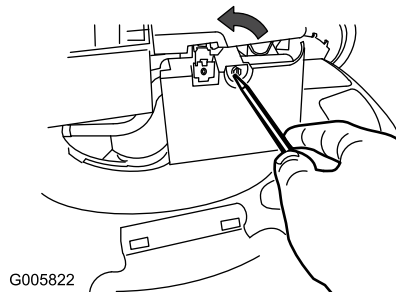

Figure 27
1. Ouvrez le couvercle du filtre à air avec un tournevis (Figure 27)